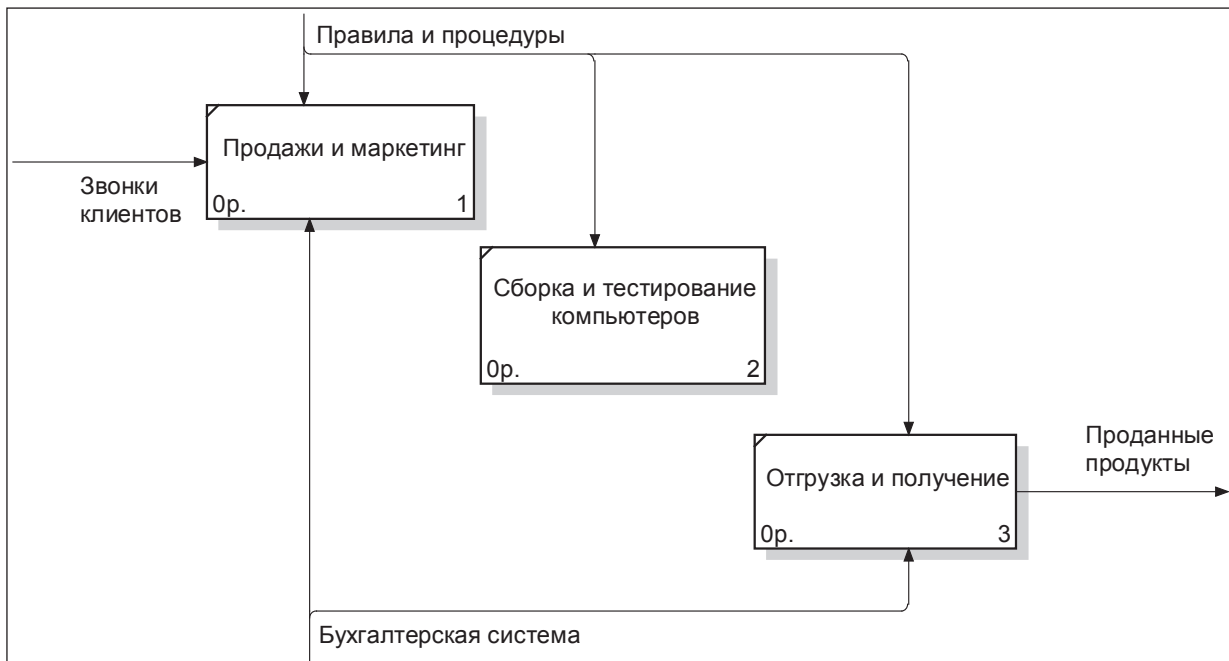

Рис. 2.3. Связанные граничные стрелки на диаграмме А0
- Перейдите в режим рисования стрелок (кнопка  на палитре инструментов) и свяжите граничные стрелки так, как показано на рис. 2.3.